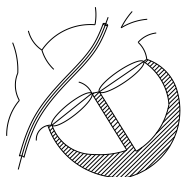

Figura 5. Ilustración de la colocación del introductor en el corazón
- Irrigue el dilatador y el introductor con solución salina, vuelva a insertar el dilatador en el introductor y apriete la tuerca de cierre para asegurarse de que el dilatador y la vaina se sujeten firmemente. Avance el introductor con el dilatador sobre la guía de intercambio a través del defecto septal hasta la vena pulmonar superior izquierda. Retire la guía de intercambio y el dilatador (consulte la Figura 5).